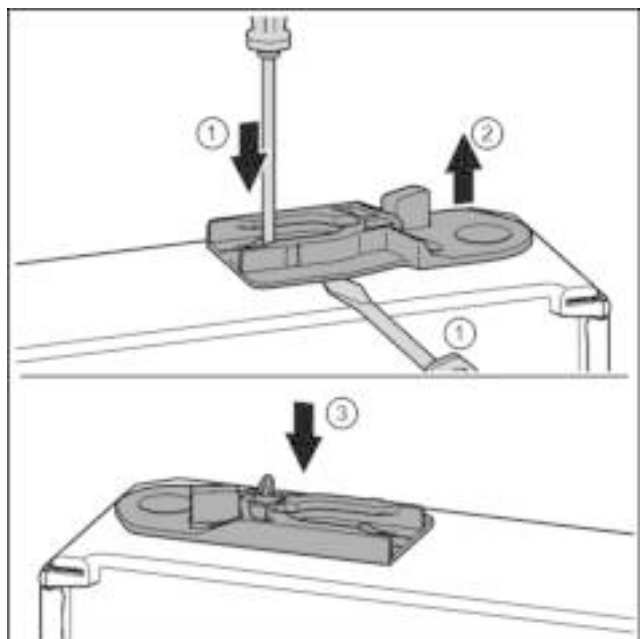

Fig. 32
- ▶ Geleidingsbus eruit trekken: Lip met de sleufschroevendraaier indrukken en gelijktijdig de sleufschroevendraaier onder de geleidingsbus plaatsen. *Fig. 32 (1, 2)*
- ▶ De bij de levering geleverde geleidingsbus op de andere zijde van de behuizing aanbrengen. *Fig. 32 (3)*